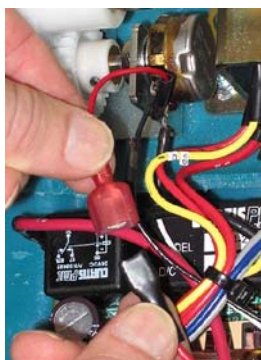

Fig. 15a
a. Disconnect the red potentiometer wire (Figure 15a).